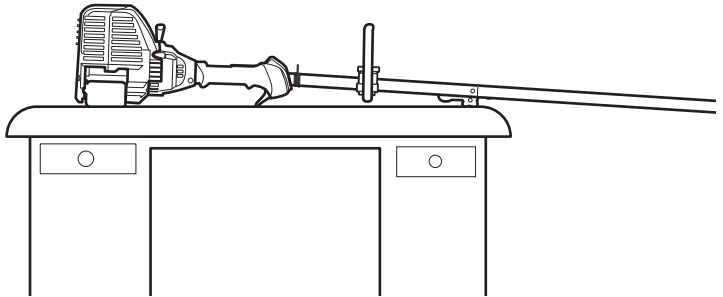

Fig. 22
2. **Réglez l'appareil sur une surface plane**, comme un établi ou une table. Le bouclier de la tête de coupe devrait pendre sur le bord, de sorte que le moteur est de niveau (Fig. 22).